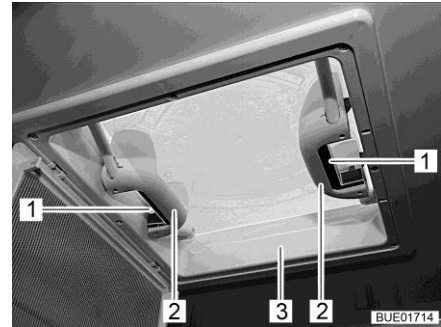

Bild 62 Handtag med snäpplås
- Tryck snäpplåset (Bild 62,1) mot takluckans insida (Bild 62,3). Tryck samtidigt takluckan uppåt med handtaget (Bild 62,2).
- Dra kraftigt ned takluckan (Bild 62,3) med de båda handtag (Bild 62,2) tills snäpplåsen (Bild 62,1) hakar i.